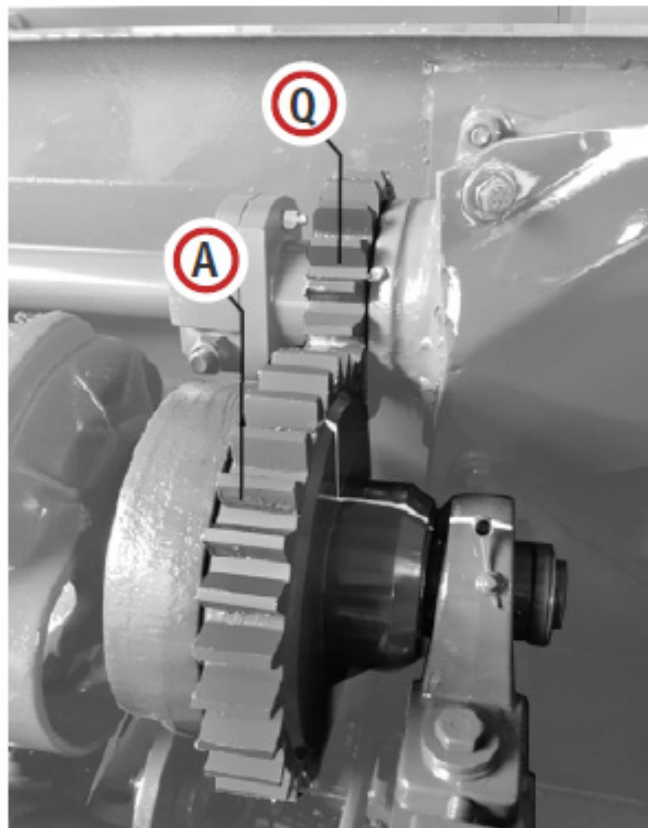

Fig. 16
1. En caso de más de 60 mm de distancia: mueva el engrane (A) un paso más que el engrane (Q), en sentido de las manecillas del reloj para anticipar la entrada de los dientes en la cámara (Fig. 16). Si esto no es suficiente, repita este proceso para la sincronización.
2. En caso de menos de 10 mm de distancia: mueva el engrane (A) un paso más que el engrane (Q), en sentido contrario a las manecillas del reloj para posponer la entrada de los dientes en la cámara (Fig. 16). Si esto no es suficiente repita este proceso para la sincronización.